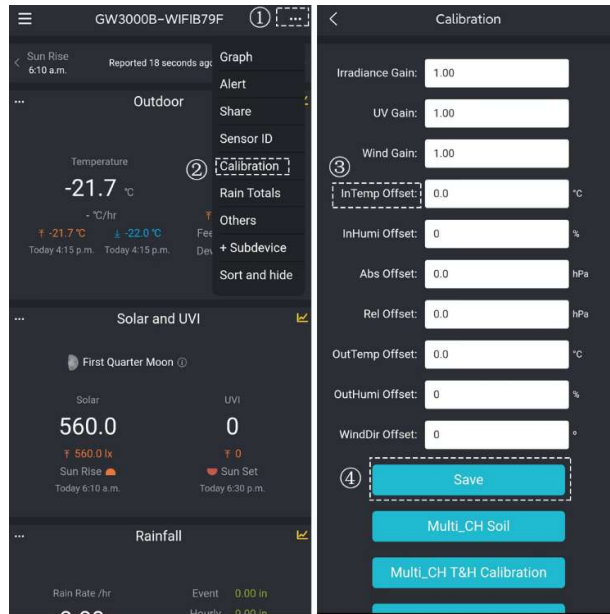

Abb. 27
3. Für einen bestimmten Parameter (siehe Abbildung 27, Innentemperatur). Berechnen Sie den Offset der Daten von der genauen Wetterstation und dem ecowitt-Sensor.